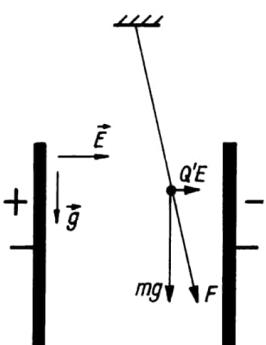

Bild 130
2. Auf die Probeladung wirken zwei Kräfte, Coulombkraft und Gewichtskraft. Der Faden orientiert sich in Richtung der Resultierenden (Bild 130).